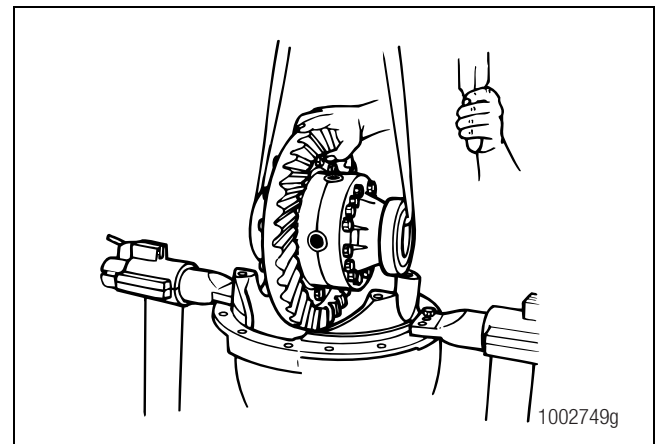

Figura 3.45
- Use un dispositivo de elevación adecuado para retirar del portadiferencial la caja del diferencial principal y el conjunto de la corona. Figura 3.45.